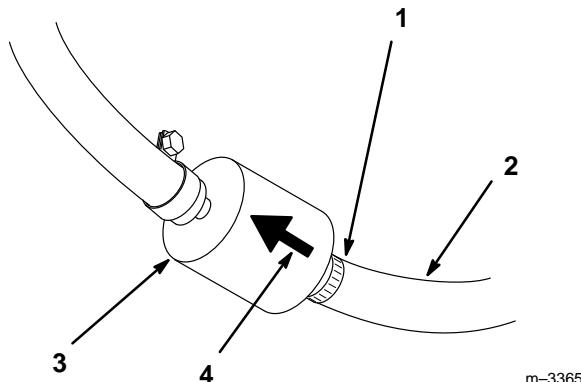

Figure 41
4. Pincer les extrémités du collier et faire glisser celui-ci pour l'éloigner du filtre (Fig. 41).